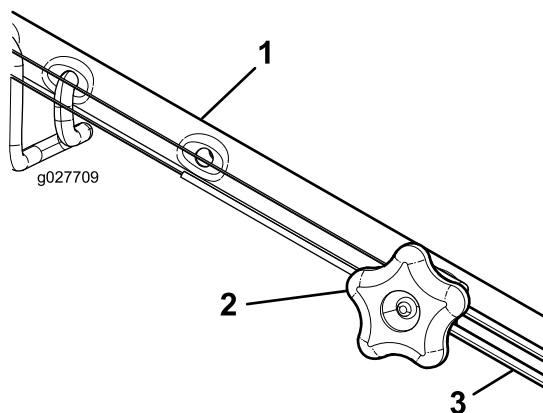

Figura 30
1. Gire el pomo de ajuste en sentido antihorario para aflojar el cable (Figura 30).
2. Ajuste la tensión del cable (Figura 30) tirando del mismo hacia atrás o empujándolo hacia adelante, y sujételo en esa posición.